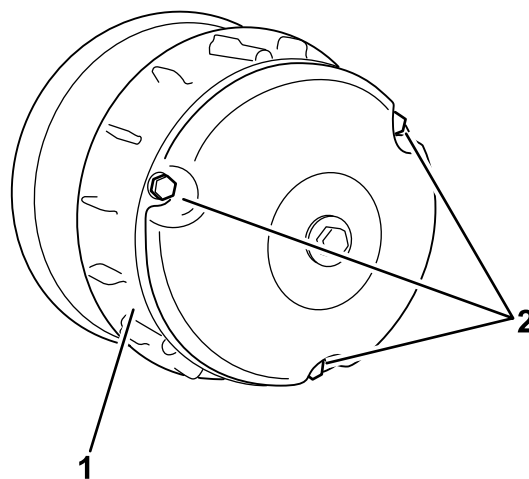

Figura 61
- Retire los 3 pernos que sujetan la cubierta al embrague, y retire la cubierta (Figura 61).
- Instale la cubierta del embrague, fijándola con los 3 pernos (Figura 61) que retiró en 2.